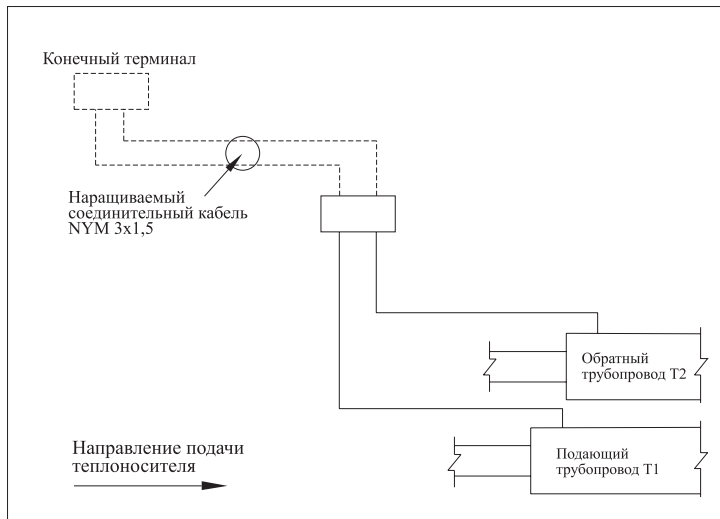

Рис. 4 «Подсоединение/наращивание кабеля к двухтрубной системе ОДК»
2.2. Подсоединение/наращивание кабеля к двухтрубной системе ОДК - **Рис. 4, 8.**